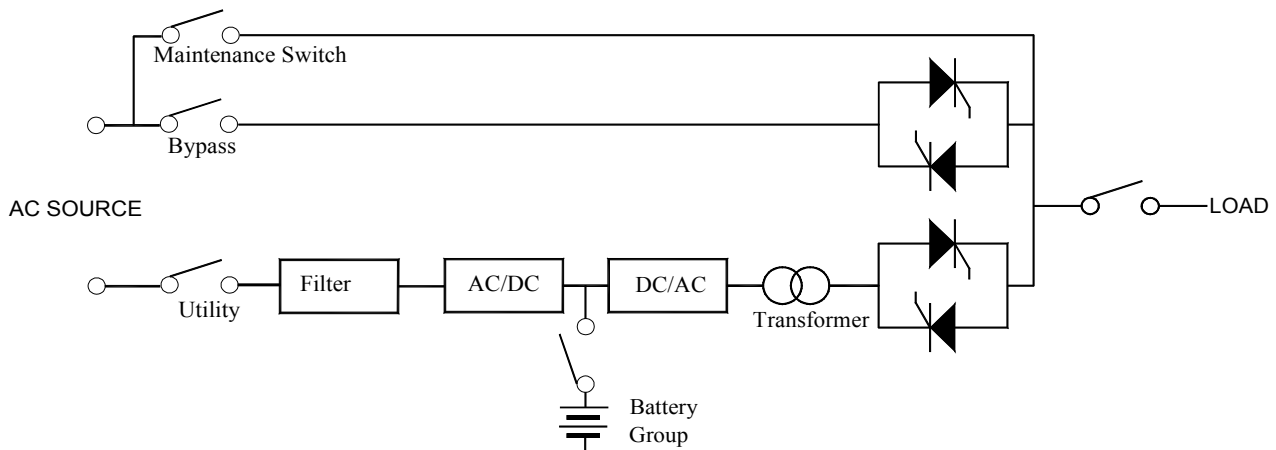

Рис. 3-1 Базовая конфигурация ИБП
- группы Аккумуляторных Батарей (Battery group) т.д., как показано на рис. 3-1.